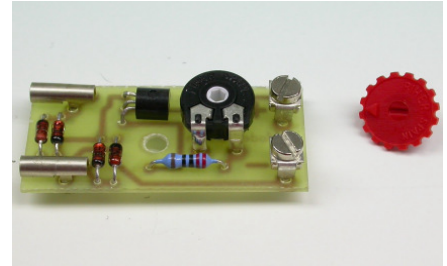

Bild 1: der Baustein LED-Konstantlicht
2. Das Produkt ist in Bild 1 zu sehen. Diese Anleitung ist Bestandteil des Produktes. Bitte bewahren Sie diese gut auf.